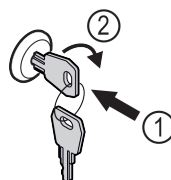

Fig. 171 Representación a modo de ejemplo
- Introducir la llave Fig. 171 (1).
- Girar la llave 90° en sentido horario Fig. 171 (2).